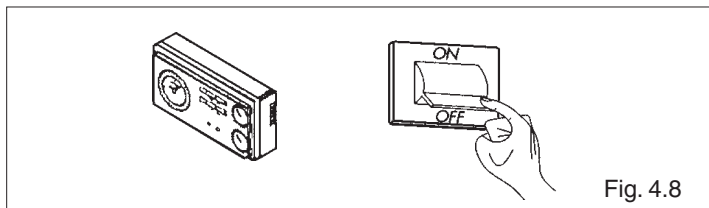

Fig. 4.8
- se intervenga en el termostato ambiente o en el programador horario (fig. 4.8).
- se intervenga en el interruptor general de la instalación (fig. 4.8)
- Controlar el apagado total de la caldera **PNS** al poner el interruptor general de la instalación en la posición de «apagado» (fig. 4.8).